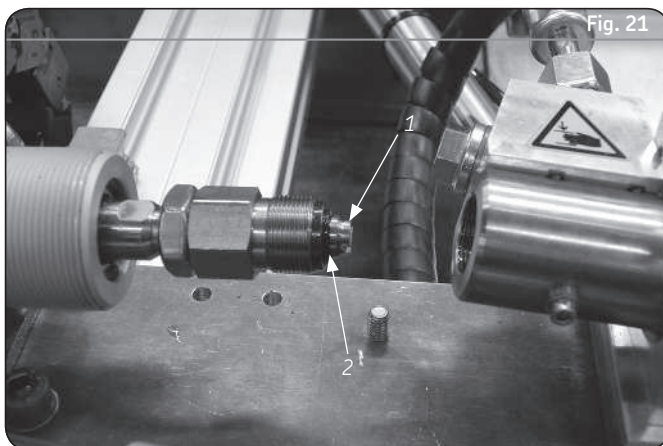

Fig. 21
- Coloque la junta tórica Ø10×1 (→ **2 fig. 21**) sobre el tope de dosificación (→ **1 fig. 21**)